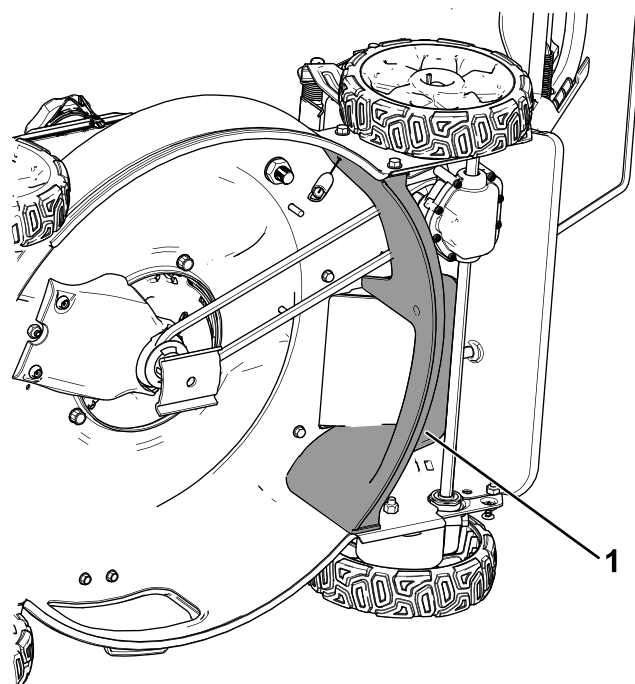

Figuur 10
5. Draai de 5 bouten van het achterste schot vast (Figuur 10).